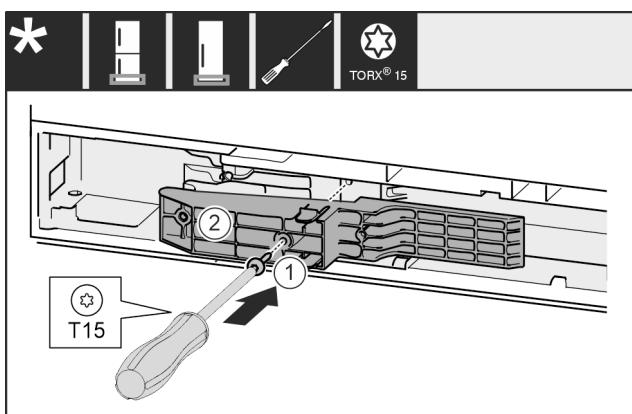

Fig. 51 \*
- Adapterstück Fig. 51 (1) auf der Griffseite in die Aussparung einsetzen.\*
- Schraube Fig. 51 (2) mit Schraubendreher fest-schrauben.\*